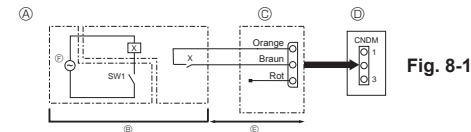

Fig. 8-1
8.1. Lärmschutzmodus (Veränderung vor Ort)(Fig. 8-1)